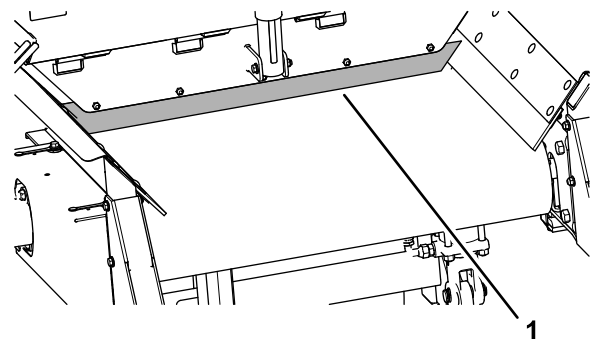

Figura 57
5. Staccate il gruppo raschiatore di pulizia del nastro dalla parte posteriore della macchina (Figura 57).